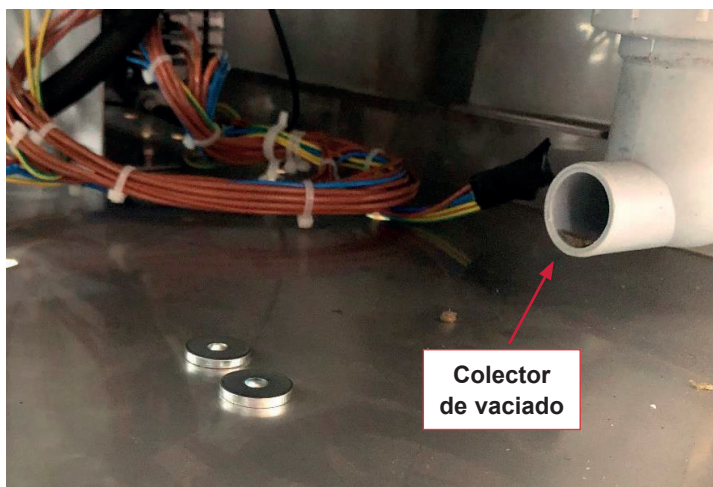

Figura 3: Posición del colector de vaciado.
- Soltar la manguera de desagüe y girar el colector de vaciado 90° en el sentido horario. **Ver figura 3.**